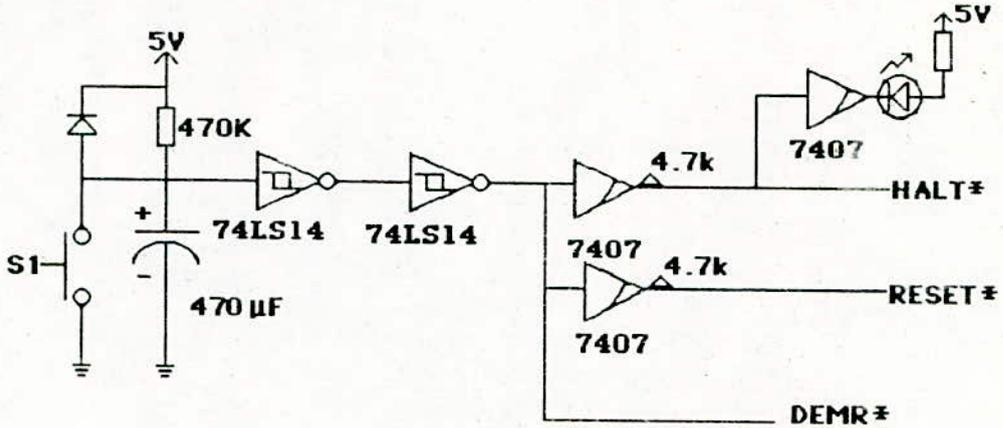

Figure 3.4 Logique d'initialisation
La séquence d'initialisation du MC68000 se résume à un niveau bas d'au moins 100 ms sur les entrées HALT\* et RESET\*. Pour ce faire et fournir la durée nécessaire, on utilise un circuit R-C générant un signal exponentiel qui est mis en forme par deux inverseurs de types trigger de SCHMITT (voir figure 3.4). En effet les portes à trigger de SCHMITT procurent un niveau de basculement élevé (1.7V) et donc une bonne immunité au bruit permettant ainsi de nous dispenser de l'utilisation d'une bascule anti-rebonds (RS).